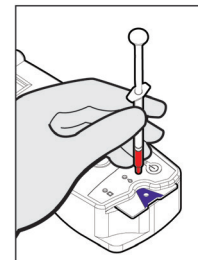

Figure 1
- 1. Maintenez le corps de la seringue à la verticale entre le bout des doigts et le pouce (comme illustré à la Figure 1).**